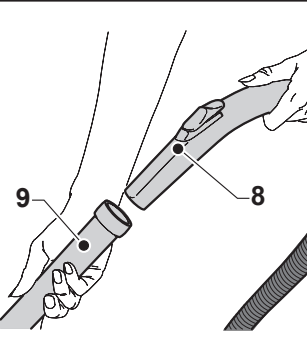

Fig. 5
- Agganciare all'impugnatura ergonomica (8 Fig.5) del tubo flessibile le prolungher rigide (9 Fig.5).
- Agganciare alle prolungher rigide (9 Fig.5) l'accessorio voluto (bocchetta di aspirazione, spazzola a pennello, bocchetta a lancia, spazzola multiuso, ecc..)